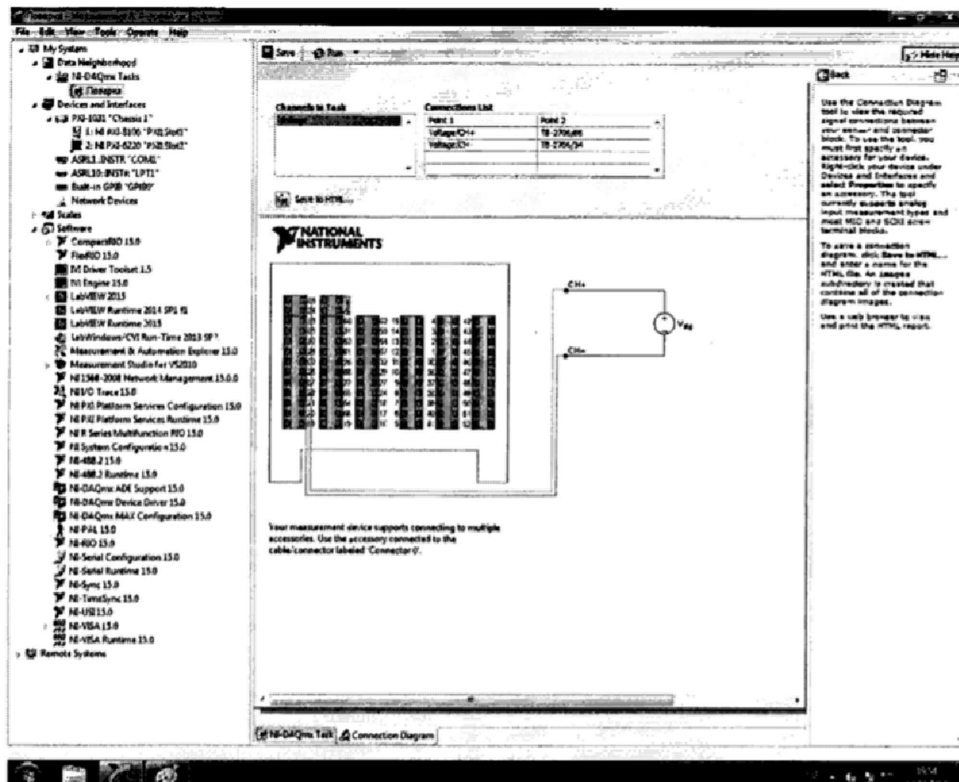

Рисунок 7.
4.12.5 Перейти во вкладку «Connection Diagram» (рисунок 7). Соединить с помощью проводов в соответствии со схемой соединений, отображаемой в окне программы, клеммы калибратора (контакты CH+ и CH- на схеме) и контакты терминального блока, подключенного к разъему модуля на лицевой панели. Дополнительно минусовой контакт CH- калибратора соединить с любым входом AI GND (см. руководство пользователя, стр. 177).